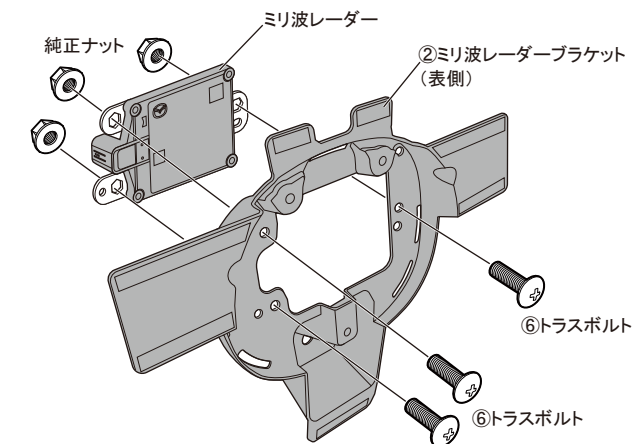

図4 フロントマスコット移設
7. 図4を参照し、純正ビスを使用し、フロントマスコットを②ミリ波レーダーブラケットに取付けます。